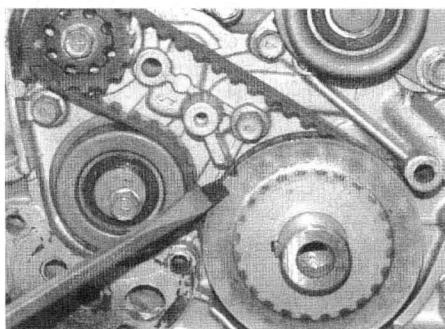

图 1-19 曲轴上的记号
- 2) 顺时针转动曲轴，直到传动带盘上的凹口与正时指示器上的记号对齐，如图 1-19 所示。